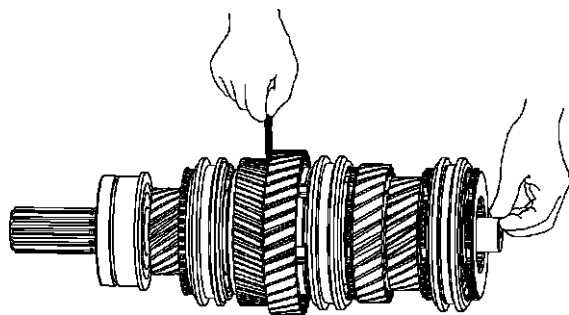

Рис. 6.32. Замер осевого перемещения шестерен 1 передачи и передачи заднего хода
29. При помощи шупа измерьте осевое перемещение шестерен 1 передачи и заднего хода, как показано на рис. 6.32.